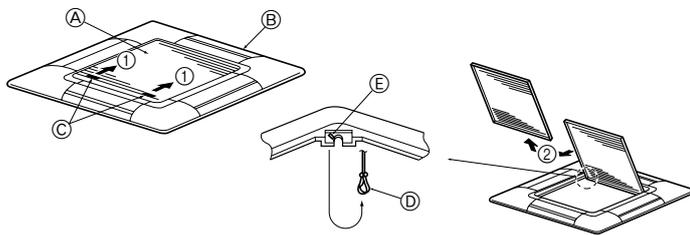

Fig. 8-3
8.2.1. Das Ansauggitter abnehmen (Fig. 8-3)
- Zum Öffnen des Ansauggitters die Hebel in die Richtung, die durch Pfeil ① gekennzeichnet ist, schieben.
- Das Scharnier des Ansauggitters bei geöffnetem Ansauggitter (Position "open") vom Gitter wie durch Pfeil ② gekennzeichnet, abnehmen.